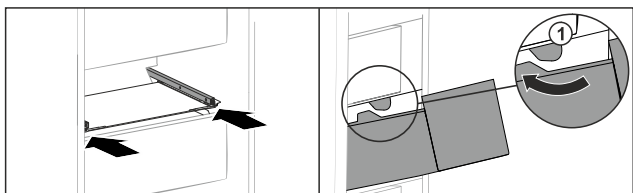

Fig. 151
- ▶ Preved'te zásuvku okolo zarážok Fig. 151 (1).